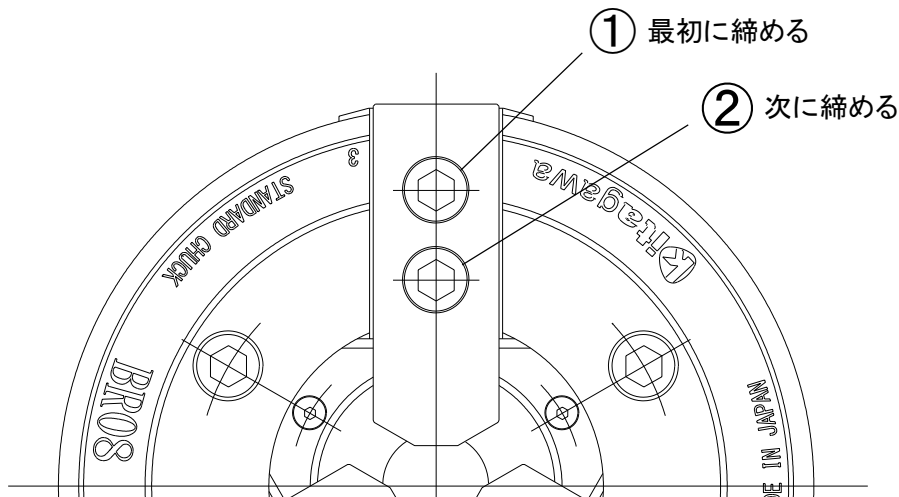

図 12-2 ジョー取付ボルトの締め付け順序
- Tnut-Plus の取付再現性を長期間安定して維持するため、ジョー取付ボルトを締め付ける際は、常にチャック外径側のボルト①から規定トルクで締め付けてください。(図 12-2 参照)